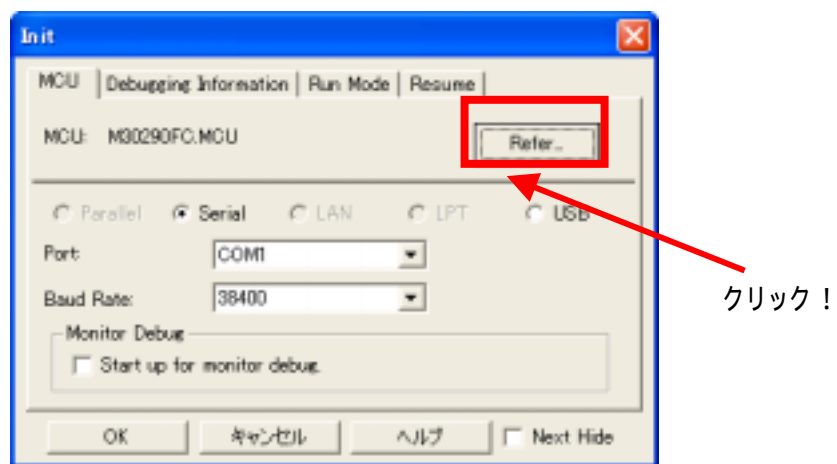

図 6-14 KD30 の INIT 画面 1
- 1) KD30 を起動するには、スタートメニューから「スタート」 - 「プログラム」 - 「RENESAS-TOOLS」 - 「KD30V.x.xx」 - 「KD30」をクリックします。KD30 が起動すると、図 6-14 に示すリモートデバッガの INIT 画面が開きます。ウインドウが開いたら Refer をクリックし、ターゲット MCU を選択して下さい。